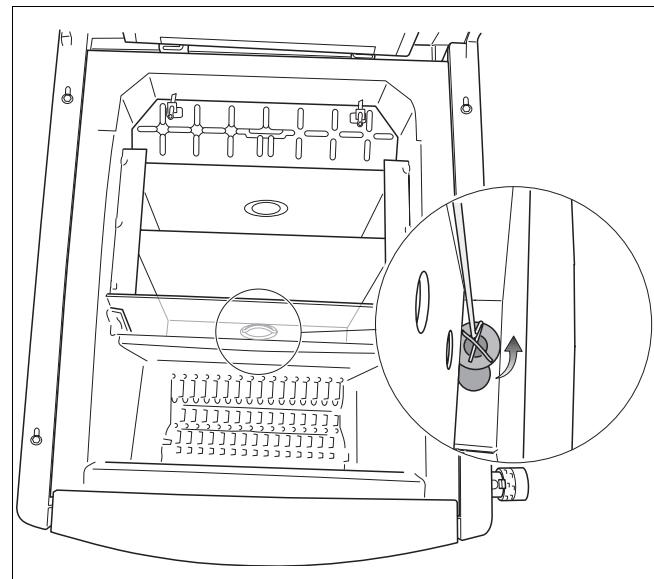

Рис. 33 Вынуть крышку отверстия для чистки
- Перед розжигом проверьте, закрыто ли крышкой отверстие для чистки (➔ стр. Рис. 33, глава 29) в днище зольной камеры. При чистке котла зола из дымовых каналов удаляется через отверстие для чистки.